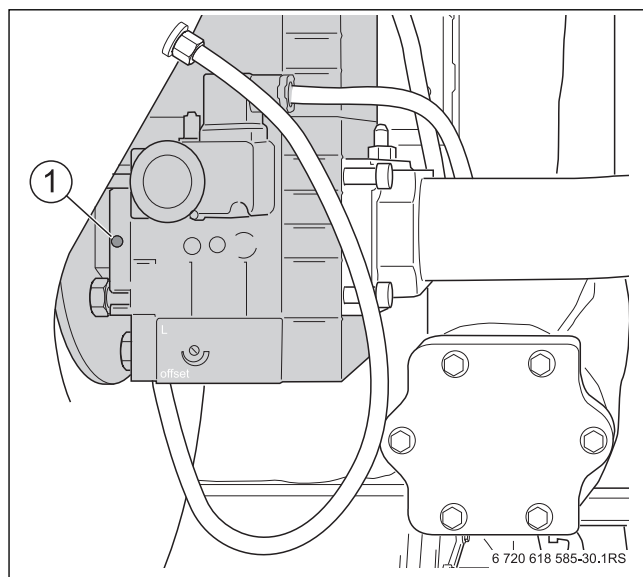

Рис. 32 Проверка содержания CO₂ при полной нагрузке
- При содержании CO₂ меньше 8,5 % или больше 9,6 % установите регулировочным винтом большой нагрузки 9,1 % (→ рис. 32).